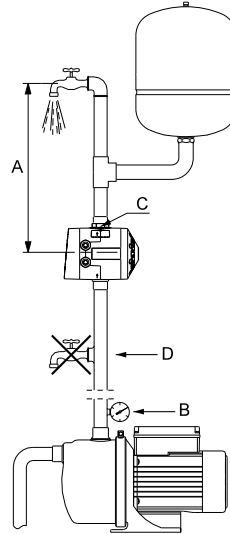

Abb. 2 Installationsbeispiel
Die Drucksteuereinheit ist auf der Druckseite der Pumpe zu installieren. Siehe Abb. 2.
Die PM 2 kann in Systemen mit oder ohne Druckbehälter eingesetzt werden. Siehe Abb. 2.
#### Pos. A in Abb. 2:
**Pos. B in Abb. 2:**
**Pos. C in Abb. 2:**
**Pos. D in Abb. 2:**